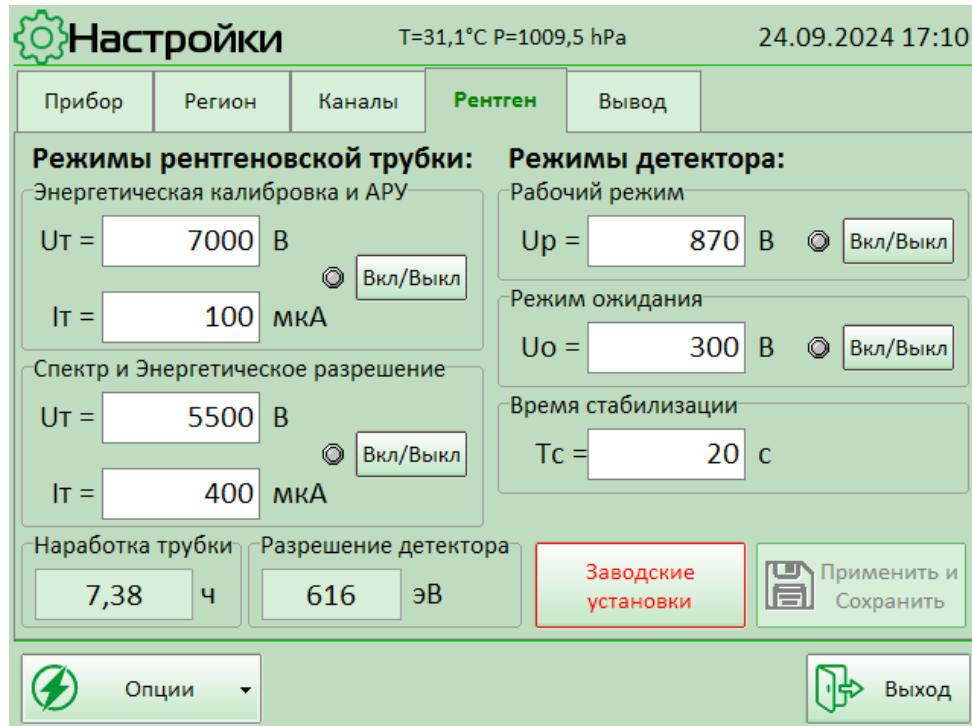

Рисунок 18
13.5.5 Вкладка **Рентген** (Рисунок 18) предназначена для установки параметров рентгеновской трубы и детектора в различных режимах. На ней также отображаются наработка рентгеновской трубы и начальное значение энергетического разрешения детектора. Эта вкладка доступна только администраторам.